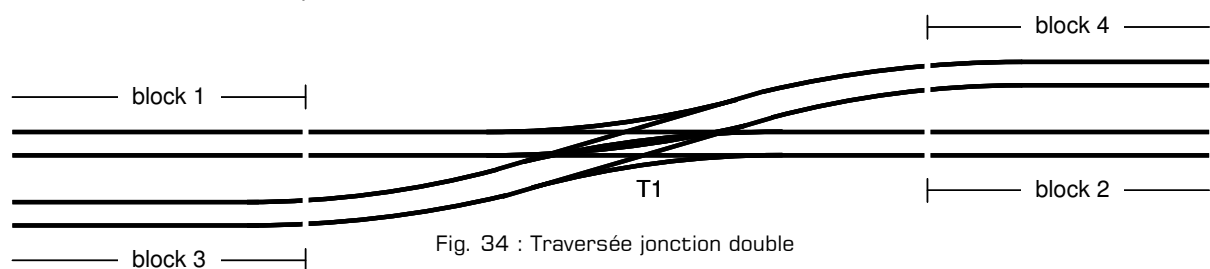

Fig. 34 : Traversée jonction double
2. Utilisez un relais bipolaire avec 2 contacts inverseurs pour connecter les rails de T1 à l'un des blocs adjacents, et cela en fonction de l'itinéraire sélectionné. Voir le paragraphe 7.4. Dans l'exemple de la figure 34, T1 peut être connecté au bloc 1 ou au bloc 2, car dans tous les cas l'un de ces blocs fera partie de l'itinéraire que suivra le train.